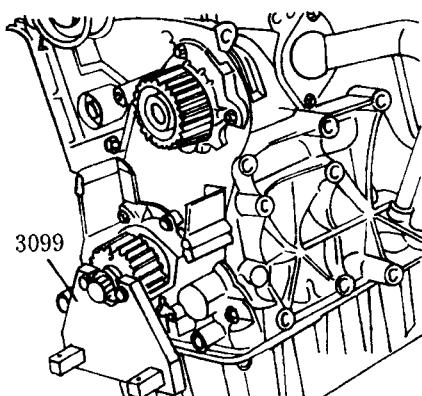

图 1-24
- ①拆下多楔皮带和张紧装置，拆下齿形皮带。
- ②拆下曲轴端齿形皮带轮需用专用托架 3099 将齿形皮带轮固定（图 1-24）